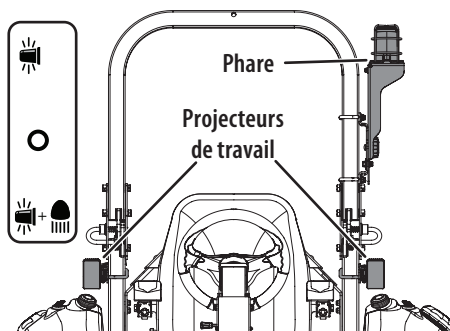

Fig. 25
- Phare et projecteurs de travail allumés (position gauche) (Fig. 25)